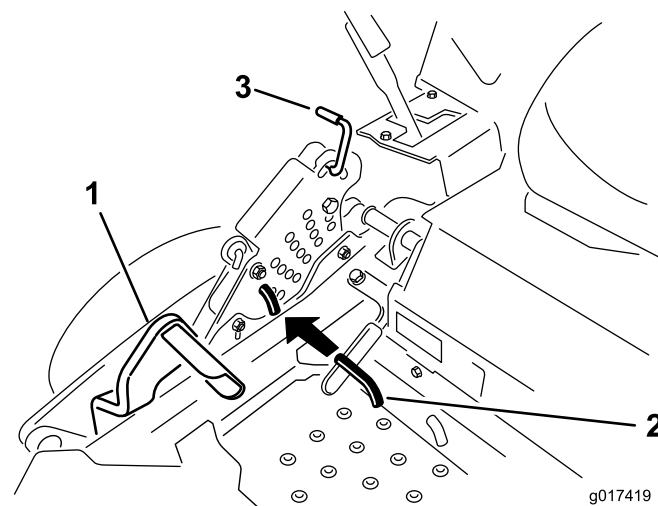

図 25
2. デッキ昇降ペダルを踏み込んでデッキを移動走行位置まで上昇させる（これは刈高 14 cm の位置と同じ）（図 25）。
3. 刈高ピンを 90 度回転させて刈高ブラケットから抜き取る（図 25）。
4. 刈高ブラケットについている穴から、希望する刈高に対応する穴を見つけ、その穴にピンを通す（図 25）。